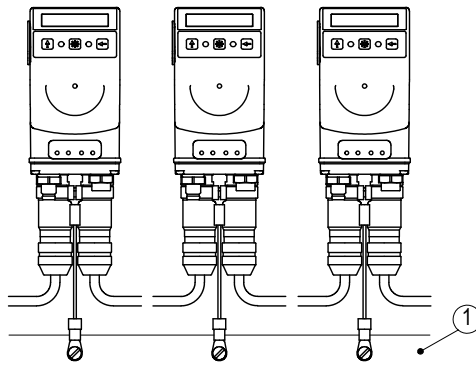

Abb. 3: Erdungsschiene
Zum Schutz vor Störungen müssen die Schirme der Signalleitungen und Netzleitung beidseitig angeschlossen werden. Potentialunterschiede führen zu unzulässigen Strömen auf dem Schirm. Den Erdungsanschluss ⑤ zwischen den Anschlusssteckern auf das Schutzleiterpotential legen (siehe Abb. 2). Verwenden Sie dazu 6.3 mm Flachstecker mit kurzer Litze 2.5 ... 4 mm² (nicht im Lieferumfang). Bei mehreren Positionsanzeigen wird empfohlen die Erdung auf eine Erdungsschiene ① anzuschließen (siehe Abb. 3).